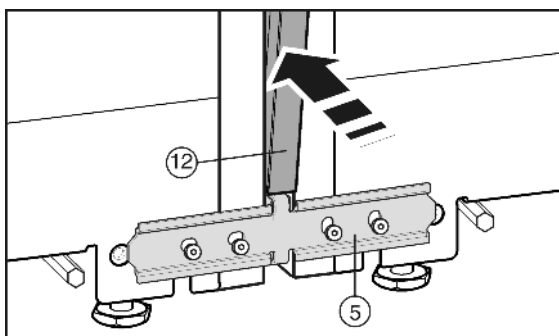

Fig. 9
Przed włożeniem listwy zakrywającej Fig. 9 (12) obie podkładki ścisnąć na całej długości. Włożenie listwy do szczeliny jest łatwiejsze. Do dociskania listwy użyć miękkiej szmatki, aby zapobiec dołkom na powierzchni listwy zakrywającej. Listwę wcisnąć starannie i równo do szczeliny, aby osiągnąć optymalne połączenie.
- ▶ Długą listwę zakrywającą Fig. 9 (12) wcisnąć z przodu do pionowej szczeliny. Należy zwracać uwagę na to, by listwa opierała się o blachę łączącą Fig. 9 (5).